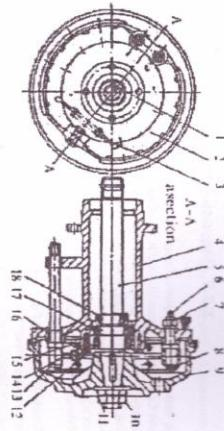

Рис. 3.15. Полусось и тормозная система.
Полусось и тормоза (рис. 3.15.) состоят из тормозных колодок, полусоси, корпуха полусоси ван экспансионика, масляный сальник, подшипников и т.д. Для тракторов серии РУСЧ-С существуют нормальная ширина кронки, средняя и широкая. Имеются три типа корпуха полусоси 4 и полусоси 5 для полусоси и тормозов. Следует обратить внимание на это внимание при замене корпуха полусоси и полусоси.
2. Отрегулируйте положение вала эксцентрика (рис. 3.15.), чтобы изменить трение дисковых дисков тормозных колодок и ступицы тормоза, а также сделать якорь дисковых дисков равномерным. При регулировке, притягните домкратом заднюю ведущую ось, ослабьте гайку 7 (рис. 3.15.), поверните вал эксцентрика гаечным ключом и одновременно поворачивайте тормоза, а затем поверните вал эксцентрика в противоположное положение. Повторите, пока не прекратится сопротивление при поворотах колеса. После этого затяните гайки во избежание ненадежного монтирования тормозов. После этого затяните гайки.